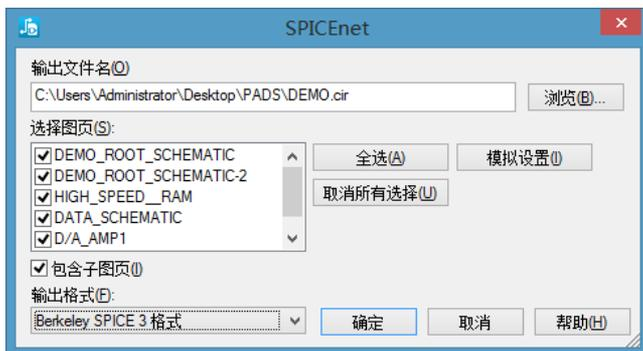

图 4-27 “SPICenet”对话框
(1) 执行“工具” “SPICE 网表”命令，系统会打开如图 4-27 所示的“SPICenet”对话框。